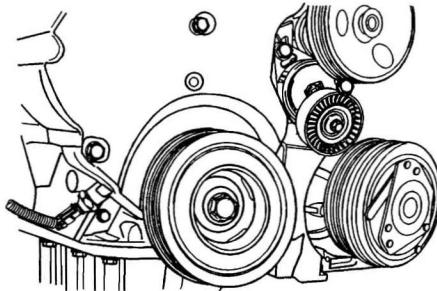

图 1-3-12 安装曲轴皮带轮和皮带轮螺栓
15. 安装曲轴皮带轮（图 1-3-12）。
16. 安装曲轴皮带轮螺栓（图 1-3-12）。将曲轴皮带轮螺栓紧固至 $95N \cdot m$ ，并再次旋转 30° 加 15° 。